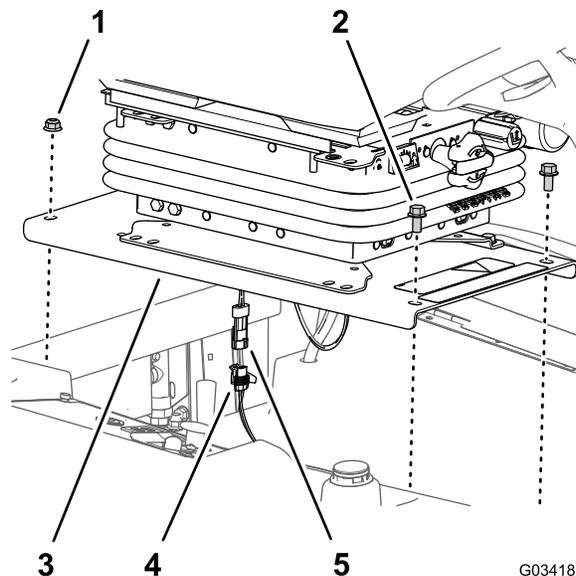

Figura 36
1. Retire os dois parafusos de cabeça flangeada ($\frac{3}{8}$ pol. x $\frac{3}{4}$ pol.) que prendem a frente da placa do banco ao chassis da máquina (Figura 36).
2. Retire as duas porcas de bloqueio flangeadas ($\frac{3}{8}$ pol.) que prendem a parte de trás da placa do banco ao chassis da máquina (Figura 36).
4. Desligue o conector de dois pinos da cablagem do interruptor de presença do operador do conector de duas tomadas da cablagem da máquina (Figura 36).
- de duas tomadas da cablagem da máquina; consulte Figura 36.
3. Alinhe os orifícios traseiros na placa do banco (Figura 36) com os dois parafusos de carroçaria ($\frac{3}{8}$ pol. x 1 pol.) no canal do radiador.
4. Monte a placa do banco (Figura 36) nos parafusos de carroçaria com as duas porcas de bloqueio flangeadas ($\frac{3}{8}$ pol.) que removeu no passo 2 de Instalação do banco e a placa do banco (página 43).
5. Alinhe os orifícios frontais na placa do banco (Figura 36) com as roscas das barras do depósito.
6. Monte a placa do banco (Figura 36) nas barras de depósito com os dois parafusos de cabeça flangeada ($\frac{3}{8}$ pol. x $\frac{3}{4}$ pol.) que removeu no passo 1 de Aceder ao bloco de fusíveis e ao módulo de controlo standard (página 52).